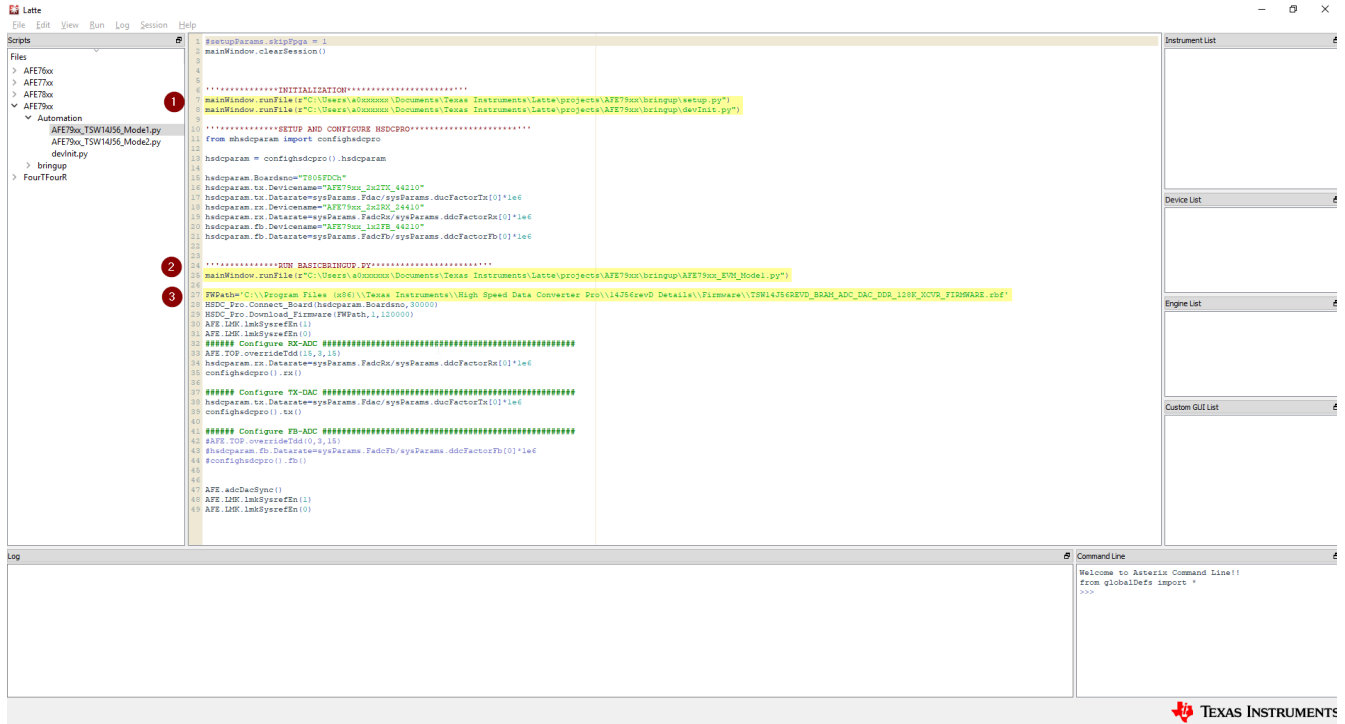

图 4-4. 要在自动化脚本中更改的目录参数
6. 如图 4-4 所示，更改项目 1 和 2 以反映 setup.py 和 devInit.py 的 Latte 安装目录位置。通常必须将 a0xxxxxx 替换为 Windows 用户登录 ID。
7. 如图 4-4 所示，更改项目 3 以反映 TSW14J56 固件的 High-Speed Data Converter Pro 目录位置。